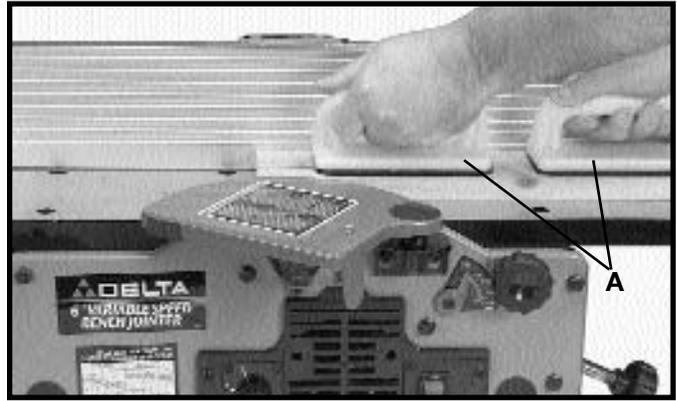

Fig. 37
Se proporciona un juego de bloques de empuje (A) Fig. 37 con su machimbradora. Estos deben ser utilizados siempre que sea posible para reducir cualquier peligro posible a sus manos. La Fig. 37 ilustra los bloques de empuje debidamente utilizados.